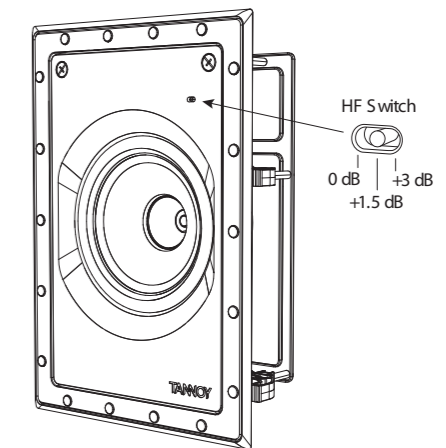

Fig. 14. HF Switch Positions
2. L'interruttore HF ha tre posizioni, con 0 dB piatto. Regolare se necessario per adattarsi alla posizione della stanza e alle condizioni acustiche (Fig. 14). (Non disponibile su QCI 6DC IW).